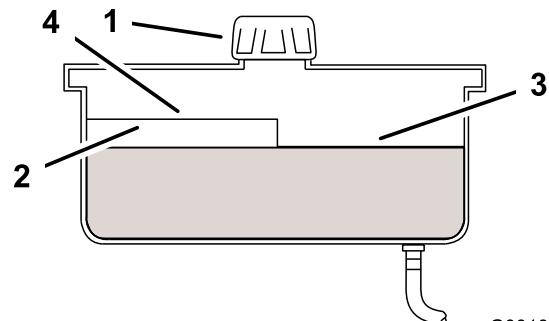

Figure 50
4. Nettoyez la surface autour du bouchon et du goulot de remplissage du réservoir hydraulique (Figure 50).
5. Enlevez le bouchon du goulot de remplissage. Vérifiez si le réservoir contient du liquide. (Figure 50).
Remarque: Lorsque l'huile est chaude, le niveau de liquide doit atteindre le haut du repère à chaud sur le déflecteur (Figure 50).
15. Contrôlez à nouveau le niveau d'huile lorsqu'elle est chaude. Le cas échéant, ajoutez de l'huile jusqu'au repère à chaud sur le déflecteur (Figure 50).